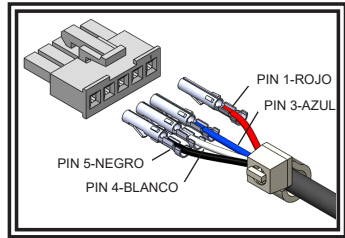

Figura 1
6. Gire hacia arriba el conector del pin e inserte los pines en el conector como se muestra en la figura 1.